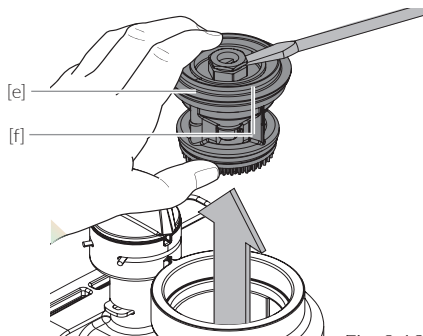

Fig. 9.12
- / Fig. 9.12 : Retirer la cartouche [e] avec la bague coulissante [f]